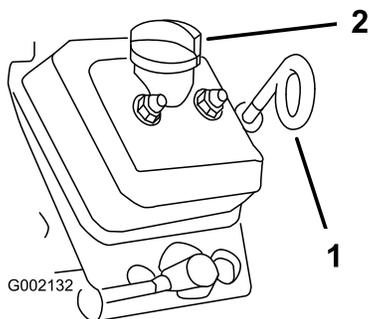

Figura 44
8. Limpe em redor da vareta de óleo, tampão de enchimento e bocal de enchimento e retire a vareta (Figura 44).
9. Retire o tampão de enchimento e deite o óleo especificado no tubo de enchimento até que o nível de óleo atinja a marca "Full" (Cheio) da vareta (Figura 44).
10. Insira a vareta completamente no tubo, retire a vareta e verifique o nível do óleo (Figura 44).
11. Coloque a vareta no tubo da vareta e o tampão de enchimento no tubo de enchimento até que a vareta e tampão estejam firmemente no sítio (Figura 44).